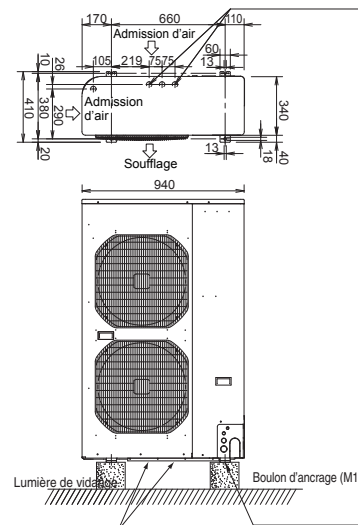

Fig. 4-1
- Pour les dimensions de boulon d'ancrage, se reporter Fig. 4-1.
- Pour les dimensions de lumière de vidange, se reporter Fig. 4-1.